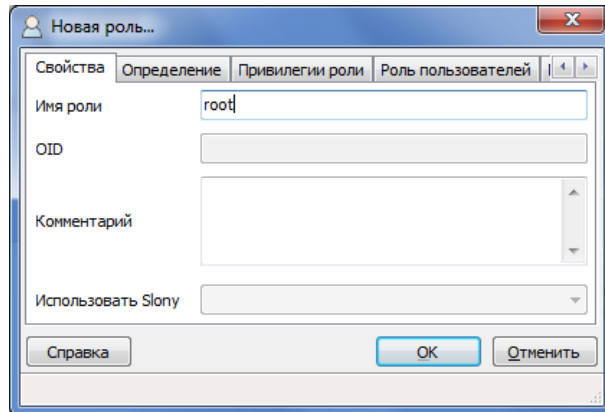

Рис. 5.16. Создание новой роли (вкладка *Свойства*)
- На вкладке *Свойства* введите **root** в поле *Имя роли* (Рис. 5.16)